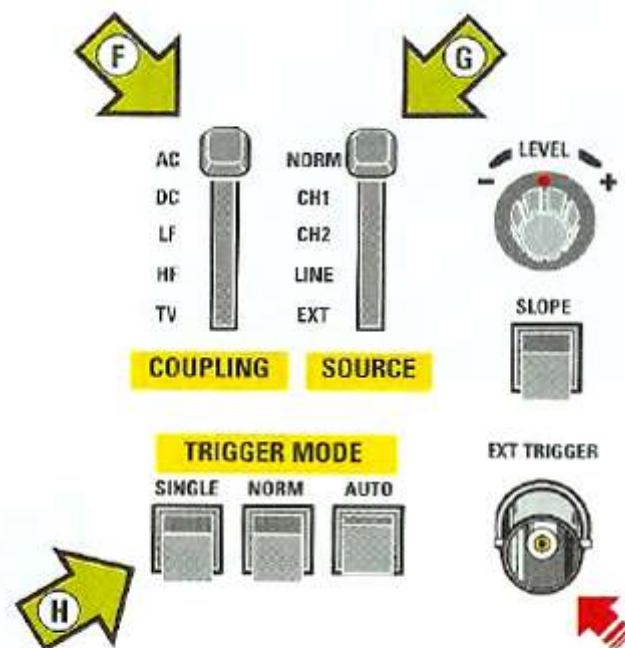

Fig.23
Senza questo comando, la traccia sullo schermo non rimarrebbe bloccata ma si sposterebbe continuamente da sinistra verso destra e viceversa. Il trigger è sempre suddiviso in 3 sezioni separate (vedi fig.23), che sul pannello risultano indicate con le seguenti scritte:
- Trigger Mode (vedi freccia H -in fig.23)
- Trigger Coupling (vedi freccia F in fig.23)
- Trigger Source (vedi freccia G in fig.23)
Anche se su altri modelli di oscilloscopio i comandi di trigger possono risultare disposti in modo diverso da quelli indicati in fig 23 le funzioni sono sempre le stesse.
Questo comando permette di scegliere la sorgente del trigger e dove indirizzarlo, normalmente le posizioni di questo commutatore sono le seguenti (vedi freccia G in fig 23):
- **Ext** (esterno) - ponendo la leva su questa scritta il sincronismo della traccia si effettua tramite un segnale esterno da applicare sul connettore Ext. Trigger Input (vedi fig.23).
Questo comando permette di selezionare uno tra questi cinque diversi tipi di accoppiamento (vedi freccia F in fig.23):